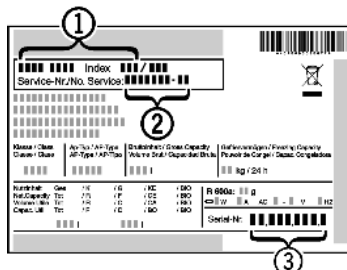

Fig. 41
- ▶ Назва пристрою Fig. 41 (1), сервісний номер Fig. 41 (2) та серійний номер Fig. 41 (3) вказані на заводській табличці. Заводська табличка знаходиться всередині пристрою, зліва.